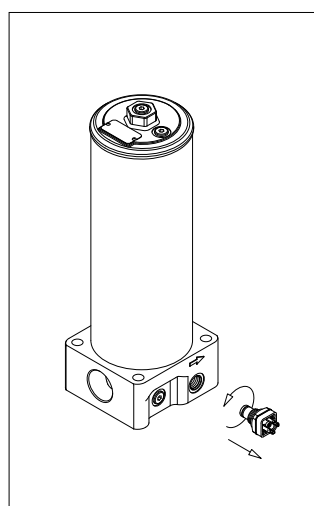

fig. 22
- (Fig. 22) Svitare il corpo indicatore